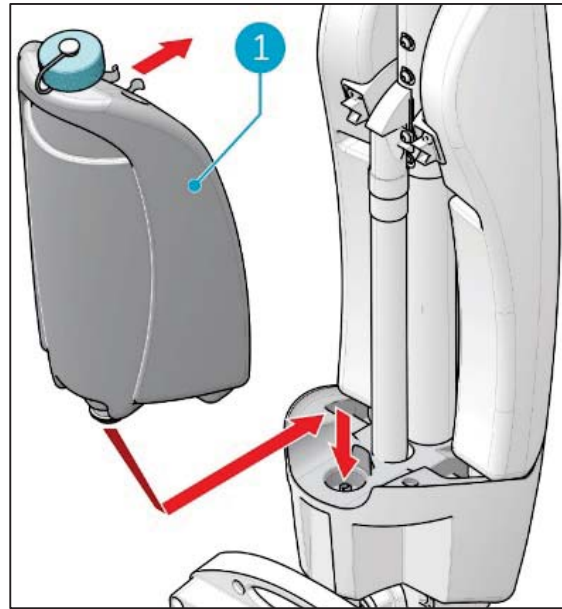

Figure 14
5. Placez le réservoir sur l'i-mop XL Plus avec la valve en premier (Figure 14, numéro 1).